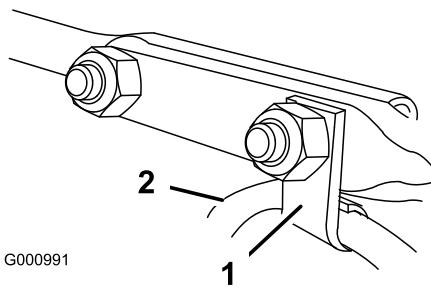

Рисунок 12
- Наденьте кабельный зажим, который поддерживает тросик дефлектора, на передний каретный болт и закрепите каретные болты контргайками из пакета с отдельными деталями (Рисунок 12).